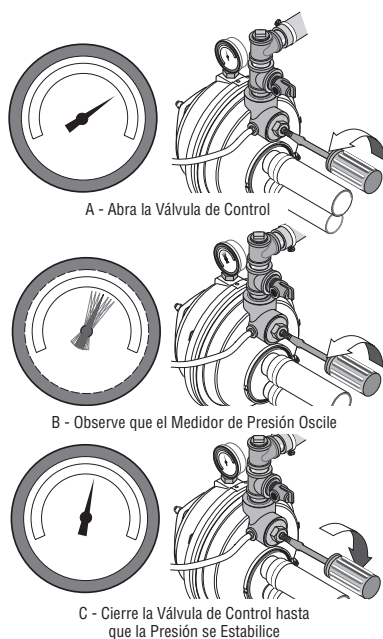

Figura 20 - Fije la Válvula de Control
5. Cuando haya aumentado la presión del agua y ésta esté mantenida por la bomba, abra lentamente la válvula de control (consulte la Figura 20) observe la aguja del manómetro. Continúe abriendo la válvula hasta que esté completamente abierta o hasta que vea que la aguja del manómetro comienza a oscilar. Si la aguja comienza a oscilar, cierre lentamente la válvula justo hasta que deje de hacerlo. Ahora su bomba estará funcionando al máximo de eficacia.